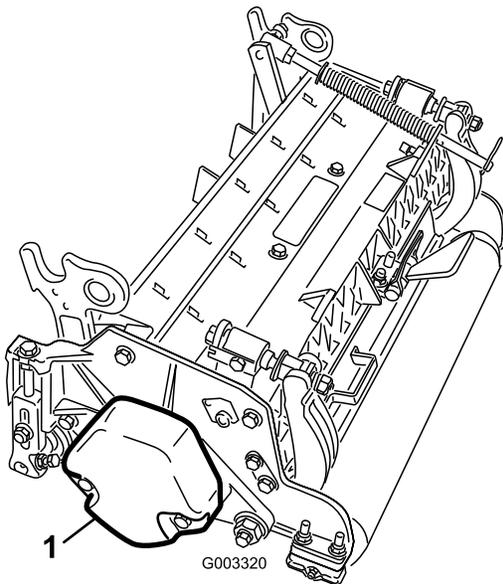

Рисунок 3
4. Убедитесь, что противовес (**Рисунок 3**) установлен в надлежащих концах каждого режущего блока, как описано в *Руководстве оператора* для режущих блоков.